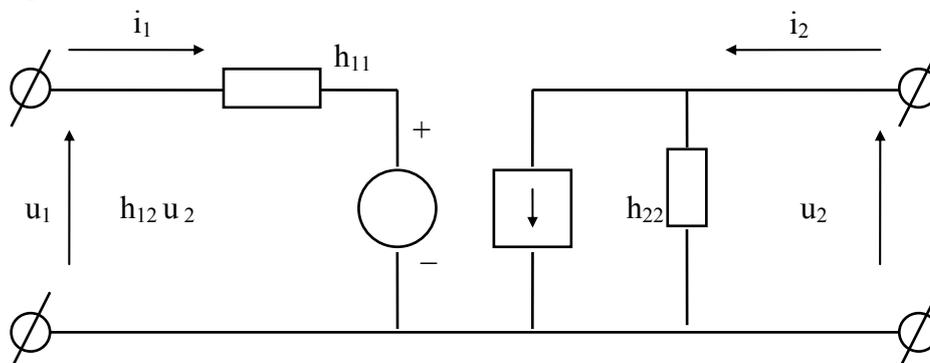

Рис.1. Эквивалентная схема четырехполюсника.
Схемное решение системы (4) можно выразить эквивалентной схемой, изображенной на рис.1.